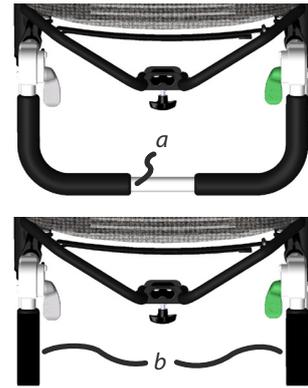

Abb. 10. Schiebebügel bzw. separate Schiebegriffe.
- Umfassen Sie den Schiebebügel (a in Abb. 10) mit einer Hand.
Alternativ kann der Rollstuhl mit separaten Schiebegriffen (b in Abb. 10) ausgestattet sein.